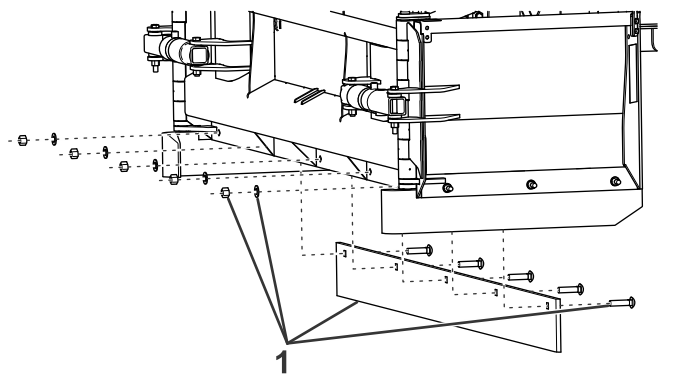

Figura 1
3. Retire los pernos, las arandelas y las tuercas que sujetan la cuchilla a la pala, y deséchelos (Figura 1).